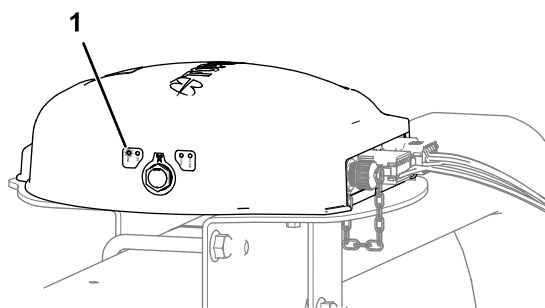

Figura 233
- Recetor de satélite—o indicador PWR acende (Figura 233)